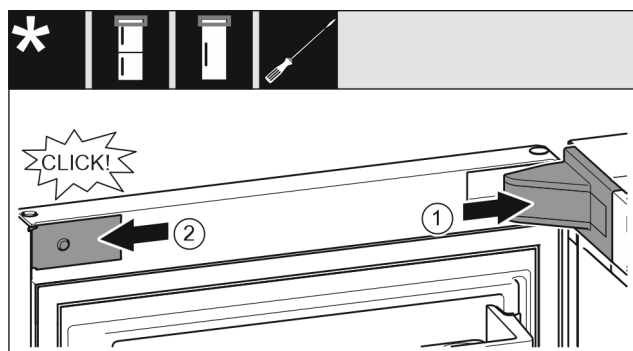

Fig. 22
- Nasadíte kryt ložiskovej konzoly Fig. 22 (1) a zaklapnete, príp. opatrne roztlačte.
- Nasadíte kryt Fig. 22 (2) z boku a zaklapnete ho.